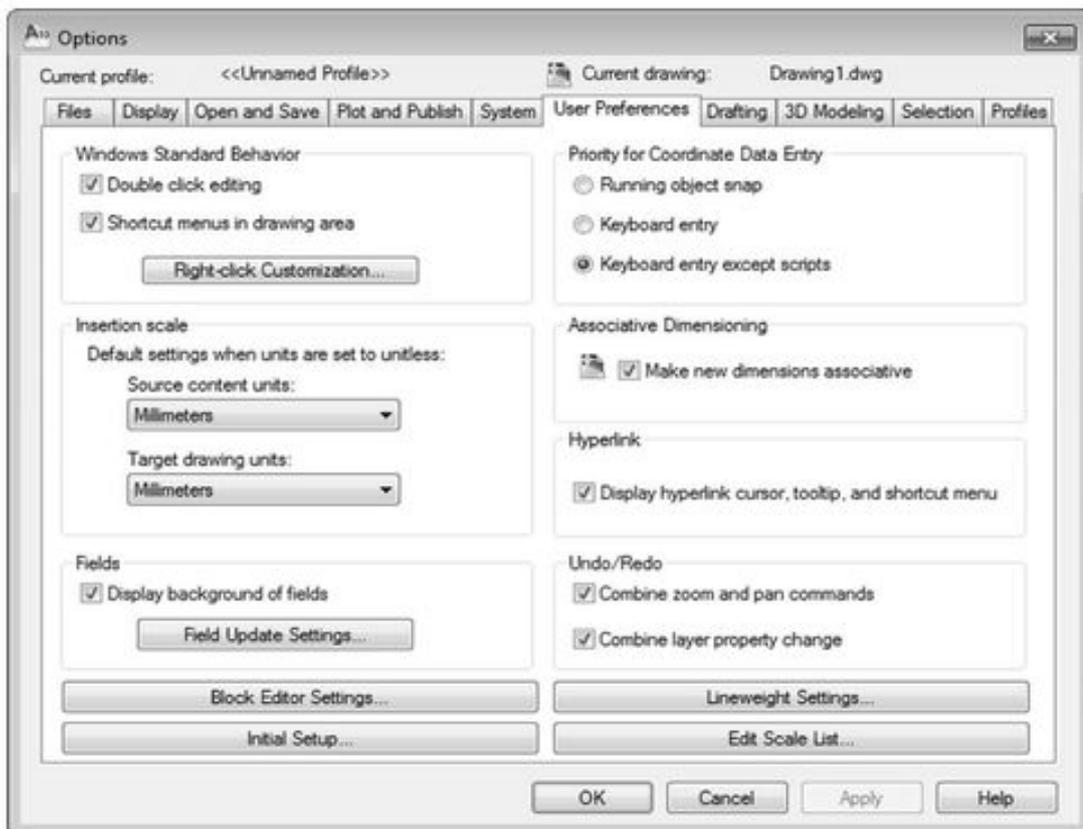

Рис. 2.16. Вкладка *User Preferences* (Настройки пользователя)
1. *Перейти на вкладку User Preferences (Настройки пользователя) диалогового окна Options (Настройки)* (рис. 2.16).